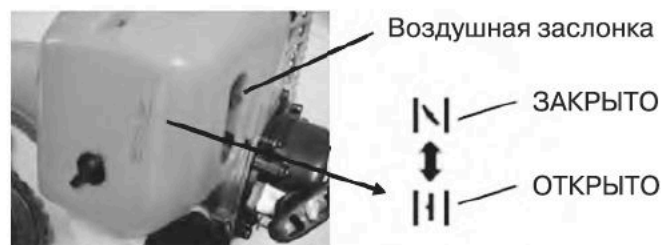

рис. 12
4. Переместите воздушную заслонку в положение «ЗАКРЫТО». Рис. 12.
- После запуска двигателя переместите воздушную заслонку в положение «ОТКРЫТО» (рис. 12).